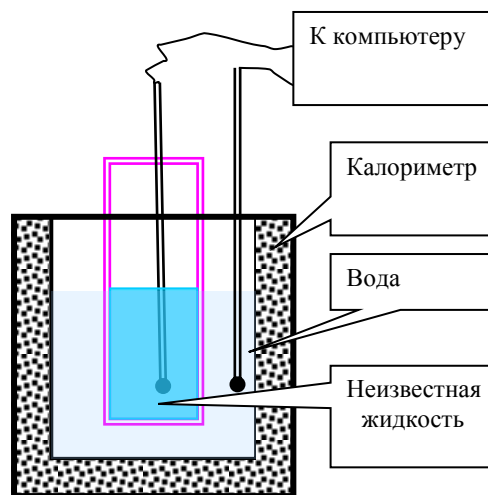

Рис.1
В данной работе изменение температур жидкостей, находящихся по разные стороны стенки от ампулы, производится одновременно двумя датчиками температуры (рис.1).
5. Взвесьте алюминиевый стакан калориметра и налейте в него около $m_1 = 80-90$ г воды при комнатной температуре, запишите точное значение массы m_1 . Установите стакан с водой в калориметр. Укрепите датчик температуры №1 в лапке штатива так, чтобы его кончик находился в алюминиевом стакане калориметра с водой под поверхностью воды (рис.1).